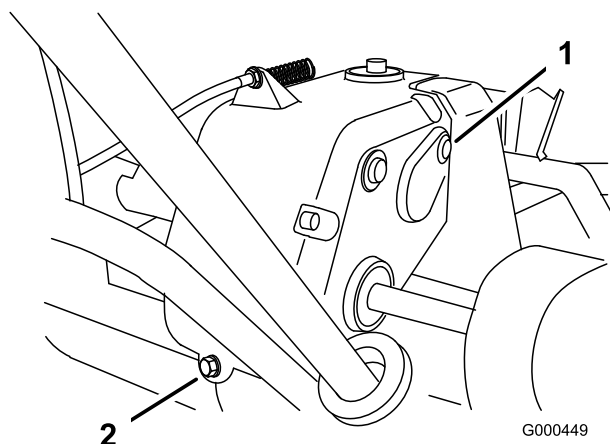

Figura 28
2. Retire el tapón de vaciado de la parte trasera de la transmisión (Figura 28).
3. Empuje el manillar hacia abajo e incline la máquina hacia atrás. Retire el tapón de verificación/llenado del lado derecho de la transmisión (Figura 28).